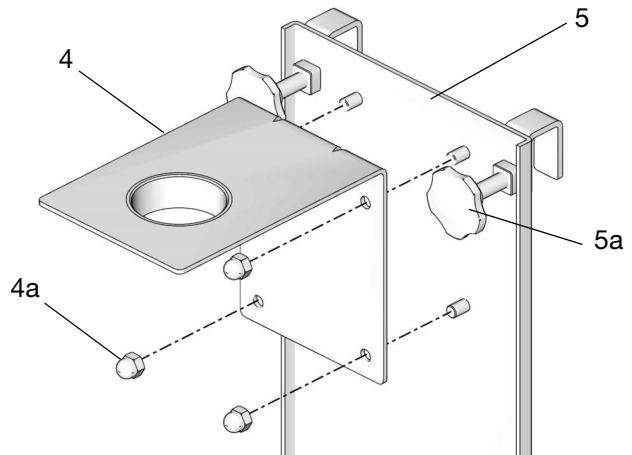

図 12
1. 2つのポンプブラケット部品4と5を、4つのナット(4a)(付属品)を使用して組み立てます(図 12)。